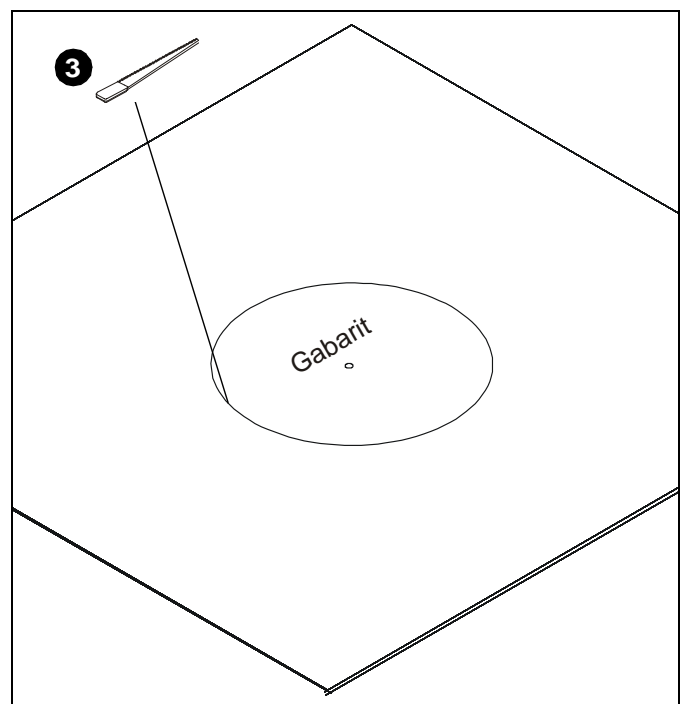
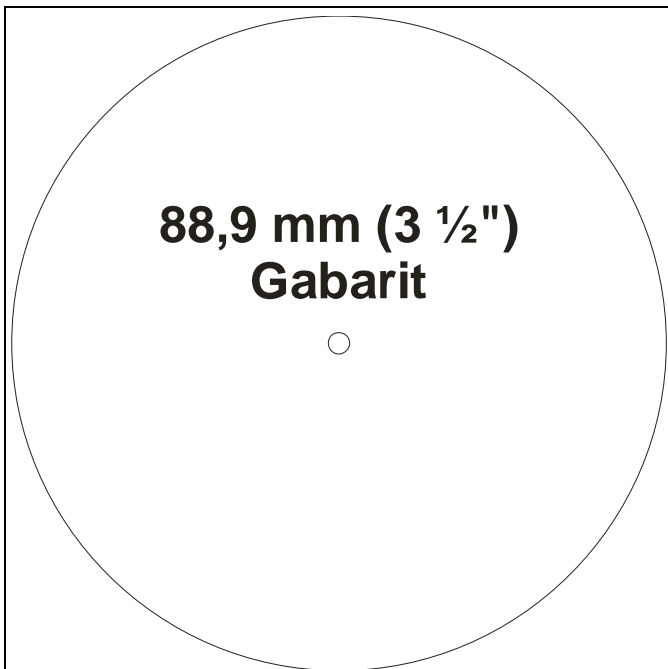

Figure 10
Figure 12
3. Faites un trou sur le carreau du plafond à l'aide du gabarit de traçage (Voir la Figure 12) et une scie pour cloison sèche ou à l'aide d'un jeu de scie circulaire pour faire un trou de 88,9 mm (3 1/2") de diamètre. (Voir la Figure 10)